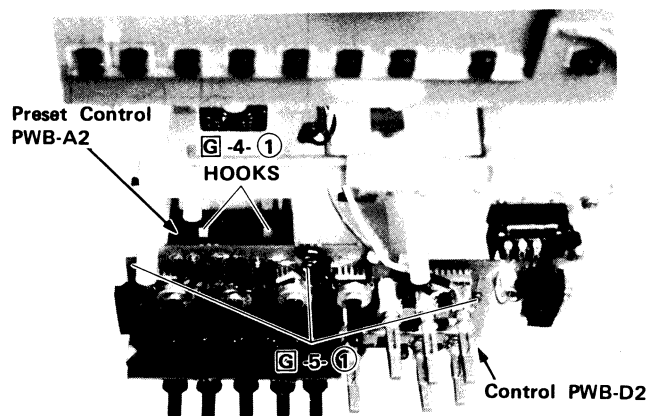

Figure 11-2
- ① After removing the tape mechanism in "F TAPE MECHANISM REMOVAL", push two hooks shown in Fig. 11-2 and take out the P.W.B.
- ① After removing the preset control P.W.B. in "G-4", remove three screws shown in Fig. 11-2 and take the P.W.B. off.
- ① Nach Entfernen des Cassettenmechanismus in **[F] "ENTFERNEN DES CASSETTENMECHANISMUS"** die zwei Haken gemäß der Abbildung 11-2 drücken und die Leiterplatte dann abnehmen.
- ① Nach Entfernen der Festsenderregler-Leiterplatte in **[G]-4** die drei Schrauben gemäß der Abbildung 11-2 entfernen und dann die Leiterplatte herausnehmen.
- ① Après avoir enlevé le mécanisme de la bande de la manière décrite dans **"[F] ENLEVEMENT DU MECANISME DE LA BANDE"**, pousser les deux crochets indiqués dans la Fig. 11-2 et retirer la P.M.I.
- ① Après avoir enlevé la P.M.I. de la commande prééglée de la manière décrite dans la section **[G]-4**, enlever les trois vis indiquées dans la Fig. 11-2 et retirer la P.M.I.